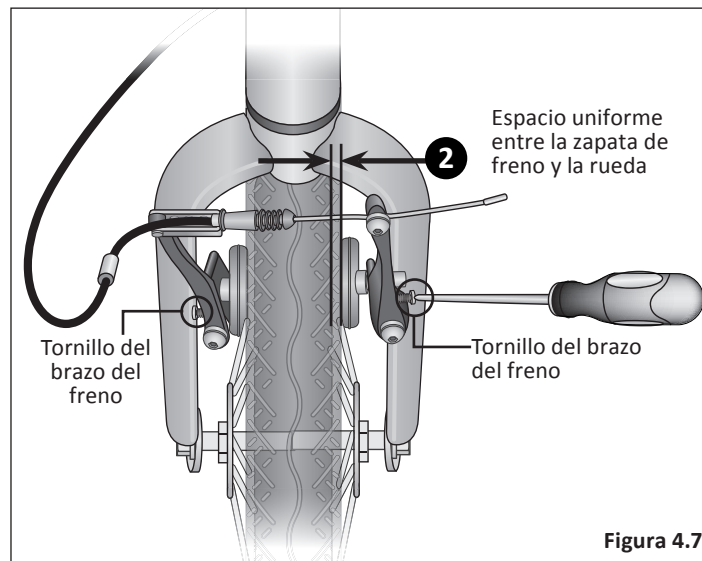

Figura 4.7
- Utilizando un destornillador de estrella, ajuste los tornillos de ambos lados del brazo de freno. **Nota:** Girar el tornillo hacia **laderecha** separa la zapata del rin. Girar el tornillo hacia **laizquierda** acerca la zapata al rin. **Figura 4.7**